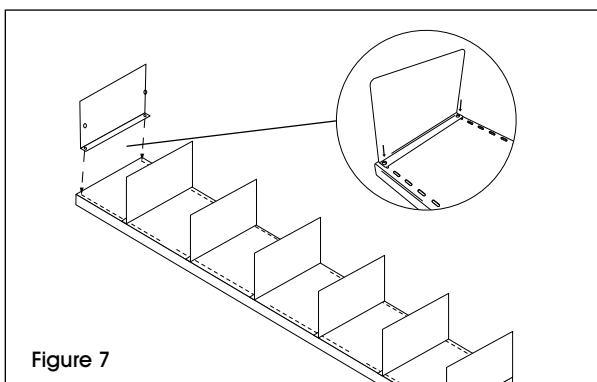

Figure 7
2. Fixez les séparateurs de la tablette supérieure à l'aide de vis à tête bombée n° 10 x 3/8 po et d'écrous. Vous pouvez installer jusqu'à sept séparateurs. (Voir Figure 7)